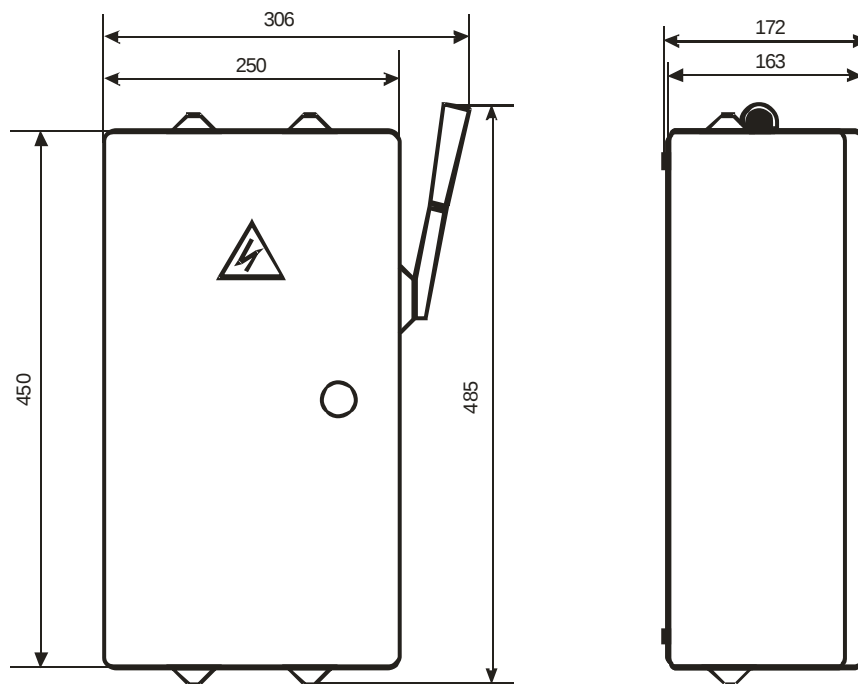

Рис.1. Внешний вид, габаритные и установочные размеры корпуса ящика силового ЯРП-100-Узола.
2.13. Габаритные и установочные размеры	- см. рис.1;